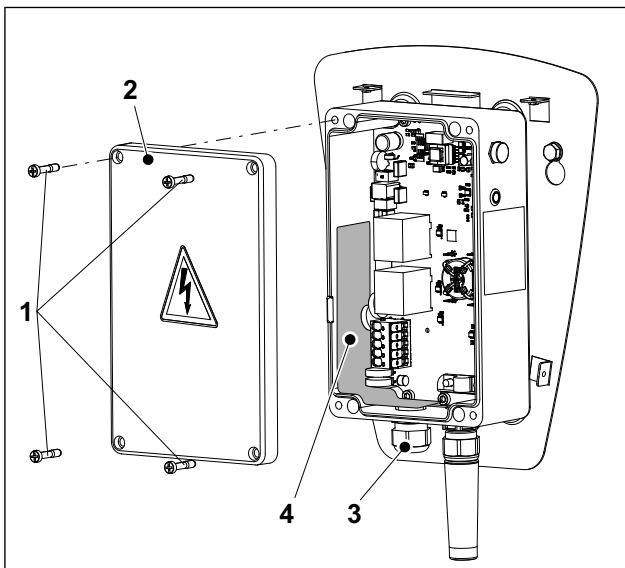

Abb. 4 Heidelberg Wallbox Home Eco, geöffnetes Elektronikgehäuse
1. Die vier Schrauben (Abb. 4/1) lösen und den Deckel des Elektronikgehäuses (Abb. 4/2) abnehmen.
2. Die Kabelverschraubung ESKV25 (Beipackzubehör) mit dem dazugehörigen Dichting EADR25 (Beipackzubehör) in das Elektronikgehäuse einschrauben (Abb. 4/3) und festziehen (ca. 8 Nm).
5. Die Hinweise auf dem Aufkleber (Abb. 4/4) beachten und danach den Aufkleber an der Kabelführung durchstoßen.
9. Den Deckel des Elektronikgehäuses (Abb. 4/2) aufsetzen und die vier Schrauben festziehen (2,5 Nm).